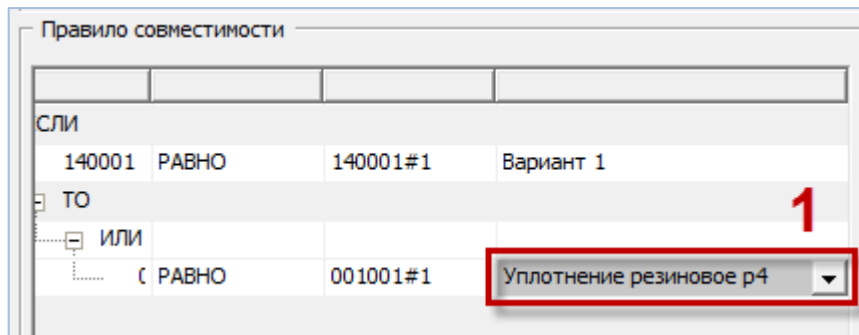

Рис. 13-54 – Добавление значения опциона в правило
13) Нажать кнопку «Добавить опцион из дерева» панели инструментов. В таблице «Правило совместимости» появятся введенные данные. Выбрать значение опциона «Уплотнение резиновое р4» (1 на рис. 13-54).